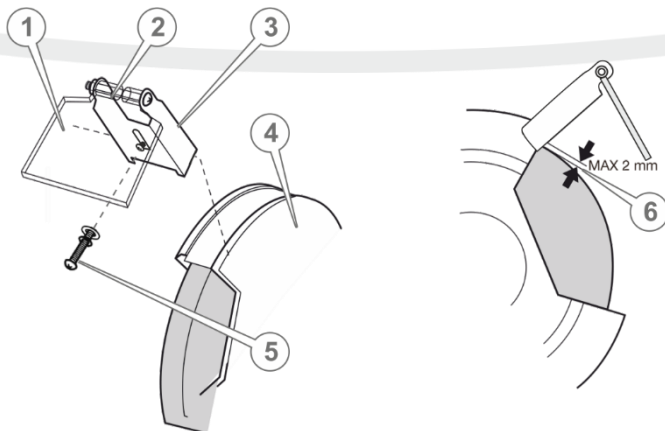

Рисунок 6. Встановлення захисних екранів
3. Встановіть захисні екрани та надійно зафіксуйте (див. рис. 6).
5.2.2 Встановлення захисних екранів (див рис.6)
Регулярно перевіряйте відстань між кронштейнами захисних екранів та шліфувальними дисками. У разі необхідності здійсніть регулювання. Якщо ця відстань перевищує 2 мм (див рис. 6) у такому випадку замініть шліфувальний диск.